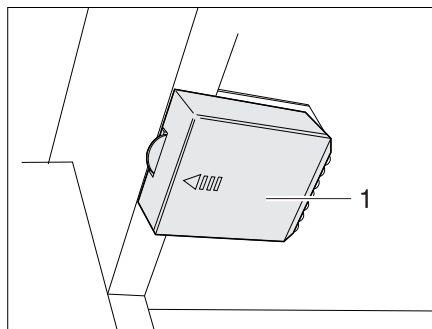

Fig. 297 Eclairage de la penderie avec DEL, compartiment à piles fermé
- Pousser le couvercle (Fig. 297,1) dans la direction de la flèche.